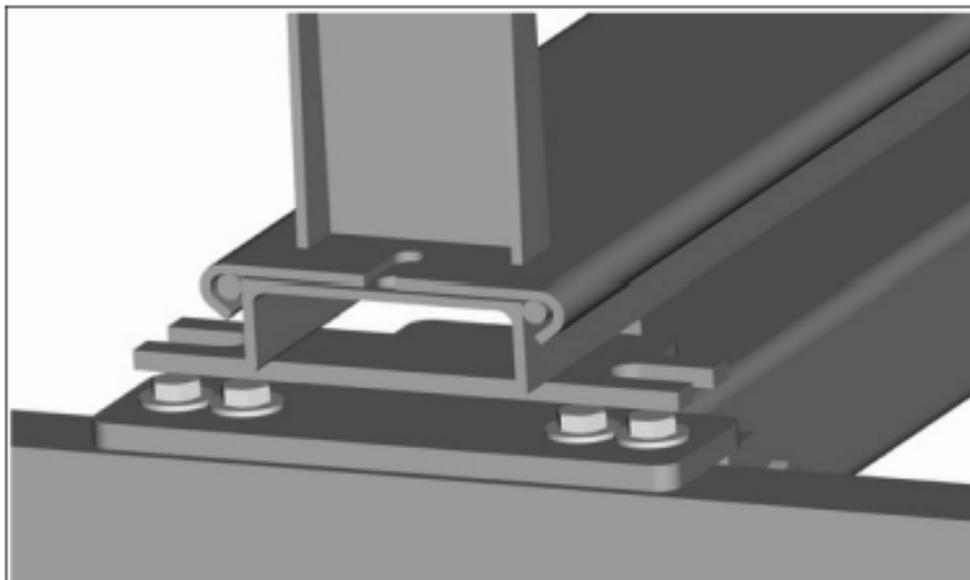

Fig. 19: Fijación del marco de instalación
8. Fije el marco de instalación con tornillos (Fig. 19) y apriete todos los tornillos del marco de instalación.